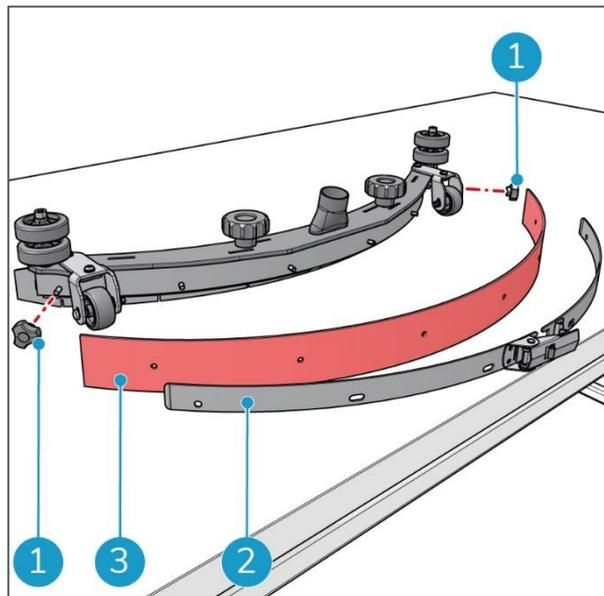

Abbildung 36
2. Lösen Sie die beiden Schrauben mit kleinem Dreisterngriff an beiden Seiten der Rake! (Abbildung 36, Pos. 1).
3. Bauen Sie die Klemmplatte (Abbildung 36, Pos. 2) vom hinteren Abziehblatt ab.
4. Entfernen Sie das hintere Abziehblatt aus dem Rake!rahmen (Abbildung 36, Pos. 3).
Bauen Sie das hintere Abziehblatt wieder ein. Siehe Abbildung 36.